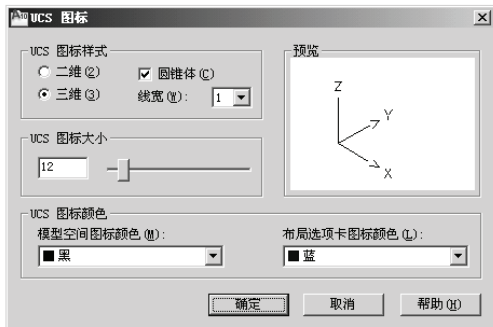

图 9-27 “UCS 图标”对话框
- (1) 开(ON): 打开 UCS 图标显示。
- (2) 关(OFF): 不显示 UCS 图标。
- (3) 全部(A): 显示所有视口的 UCS 图标。
- (4) 非原点(N): UCS 可以不在原点显示, 显示在绘图区的左下角。
- (5) 原点(OR): UCS 始终在原点显示。
- (6) 特性(P): 显示“UCS 图标”对话框, 可用设置 UCS 图标的样式、可见性和位置。如图 9-27 所示。